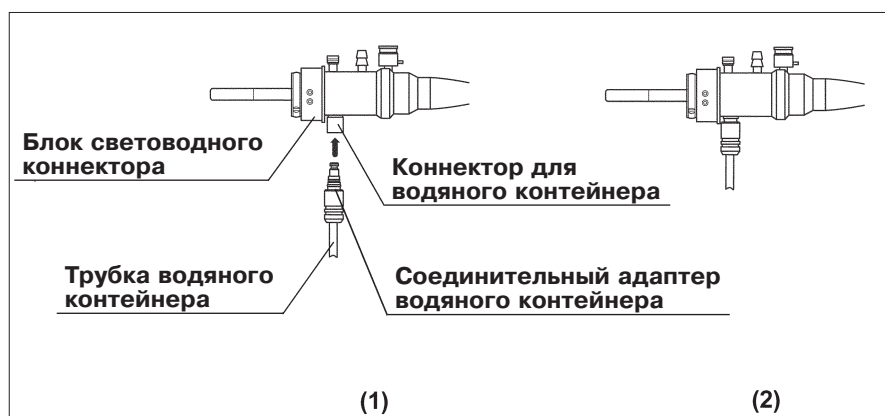

Рис. 3.15
2. Присоедините соединительный адаптер водяного контейнера к коннектору для водяного контейнера, как показано на рис. 3.15 (1) и (2).